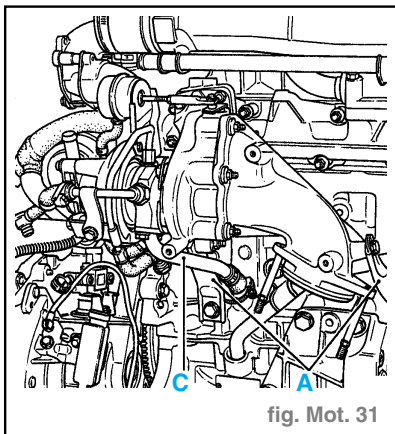

fig. Mot. 31
- les deux béquilles (**A**) (fig. Mot. 31),